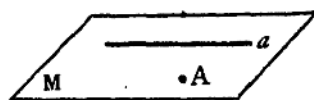

图 11-6
(2) 一条直线和这条直线外的一点确定一个平面 (图 11-6).